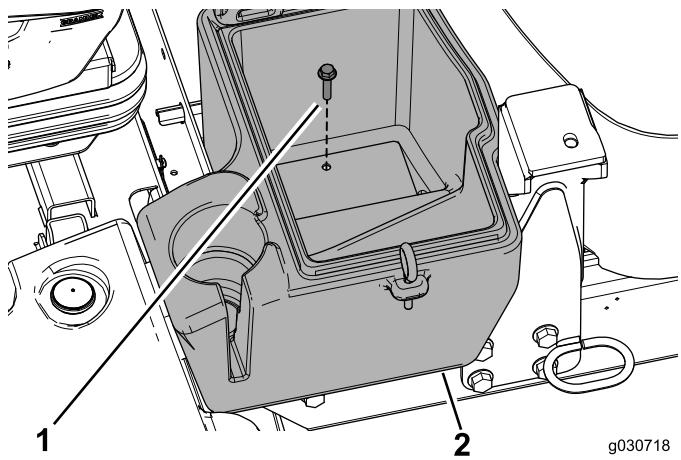

図 21
- ボルト $\frac{5}{16} \times 1\frac{1}{2}$ インチを使って物入れを機体に固定する図 21。